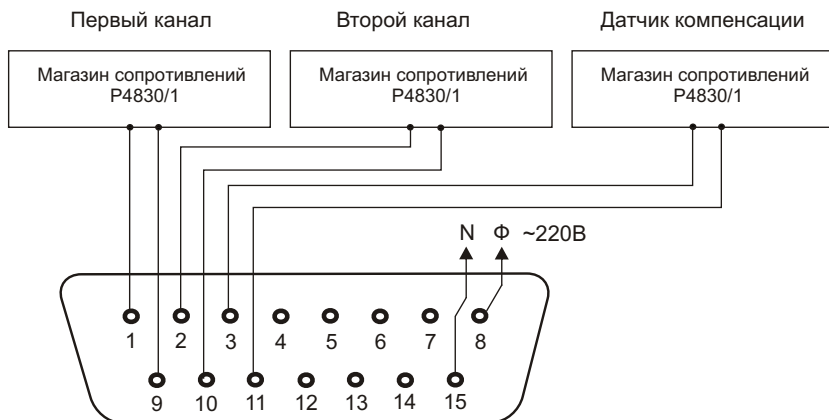

Рисунок 5
*Примечание. 1) Для определения погрешности измерения прибора на магазине сопротивлений, подключенном к клеммам 3, 11 (рис. 5 и 6), установить значение 50,00 Ом, что соответствует сопротивлению датчика компенсации холодного спая при 0 °С.